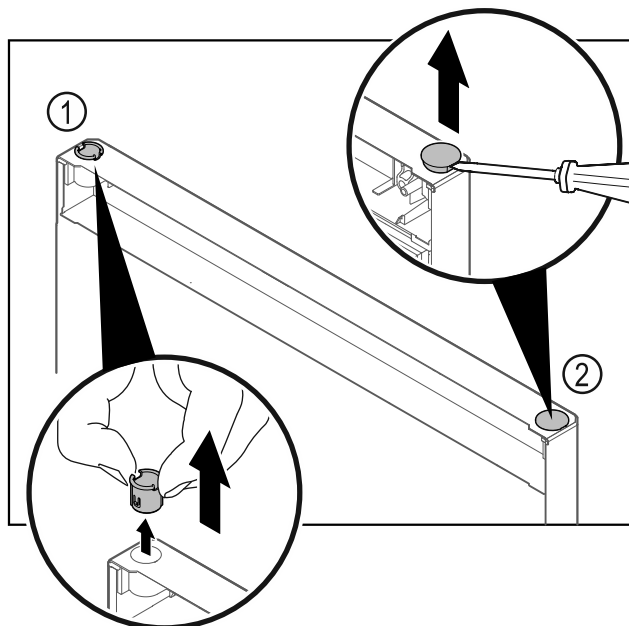

Fig. 24
- ▶ Extrageți bușca balamalei Fig. 24 (1) cu degetele.
- ▶ Ridicați dopul de acoperire Fig. 24 (2) cu precauție cu o șurubelniță dreaptă și extrageți-l.